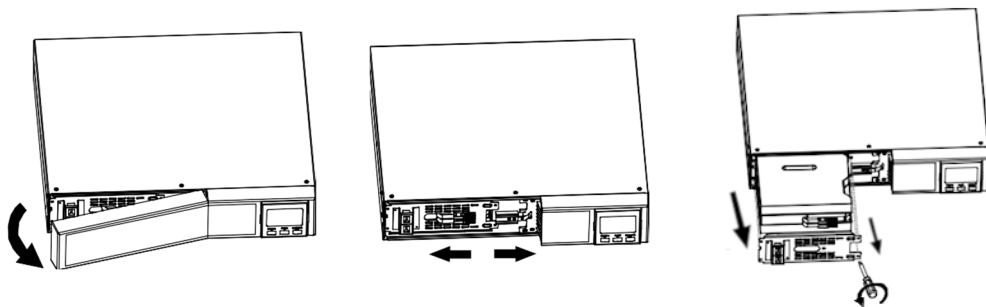

Рисунок 15 – Последовательность извлечения контейнера с батареей из корпуса ИБП
- потянуть на себя за левую сторону и снять левую часть передней панели ИБП (рисунок 15);